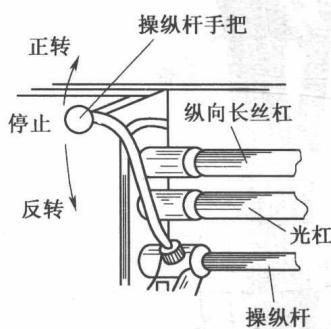

图 2-6 纵向长丝杠、光杠和操纵杆
(1) 进给箱 进给箱也称走刀箱,利用它内部的齿轮机构,可以把主轴传递出的动力再传给纵向长丝杠或光杠。变换箱体外面的手柄位置,可以使纵向长丝杠或光杠得到各种不同的转速,从而使刀架(车刀)的移动获得不同的进给量或螺距。
(2) 纵向长丝杠(图 2-6) 纵向长丝杠用于车削螺纹。
(3) 光杠(图 2-6) 光杠用于把进给箱的运动传给溜板箱,使溜板和车刀按要求的速度作直线走刀运动。
(4) 操纵杆(图 2-6) 在光杠下面有一根操纵杆,它是车床的控制机构。在溜板箱的左端和右端各装有一个操纵杆手把,操作者可以很方便地通过操纵杆手把来控制车床主轴的正、反转或停车。